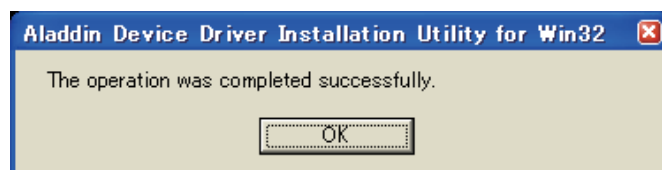

図4-6-7
- 7 画面上に「Please Wait…」のメッセージ表示がしばらく続いた後、以下の画面が表示されたら、「OK」をクリックしてください(図4-6-7)。